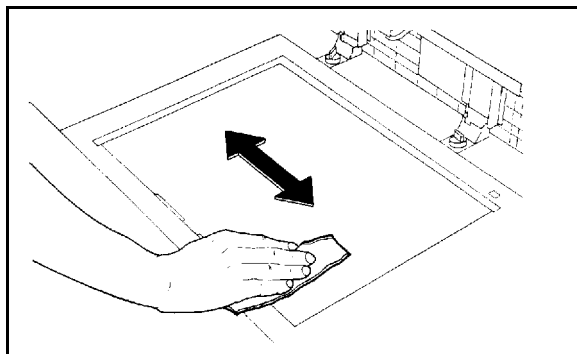

Figure 3 : Nettoyage de la glace d'exposition
- 2 Essuyez la glace d'exposition dans le sens de la longueur (voir la figure 3). Ne posez pas vos doigts sur la glace.